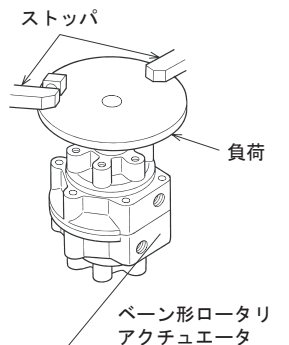

図4
- 外部ストッパは、負荷の慣性エネルギーを直接受けるように設けてください。(図4)